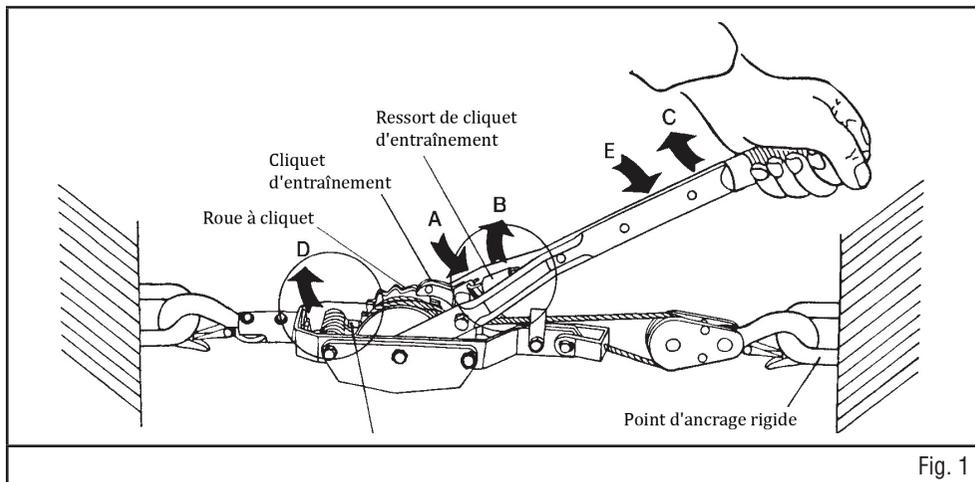

Fig. 1
1. Enclenchez le cliquet d'entraînement et la roue à cliquet en poussant le ressort de cliquet dans le sens de la flèche « A ». Voir la figure 1.
2. Ensuite, tirez la poignée dans le sens de la flèche « C ». Voir la figure 1.
2. Enfoncez le ressort de cliquet d'entraînement dans le sens de la flèche « B ». Voir la figure 1.
3. Soulevez la poignée et maintenez-la fermement dans le sens de la flèche « E ». Voir la figure 1.
4. Ensuite, enfoncez le cliquet d'arrêt dans le sens de la flèche « D ». Voir la figure 1.